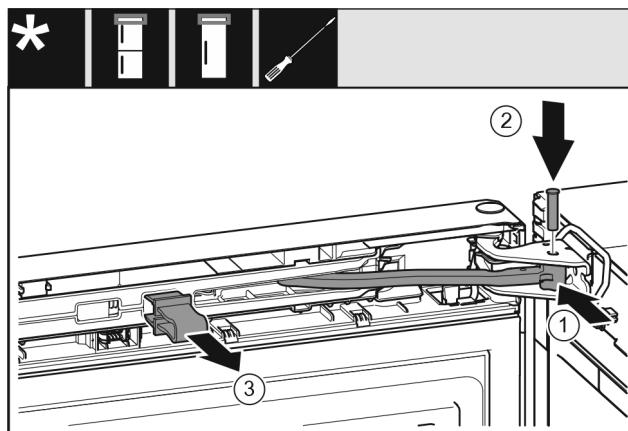

Fig. 21
- Завъртете шарнира в лагерната стойка. Fig. 21 (1)
- Поставете болта в лагерната стойка и шарнира. При това обърнете внимание на това, фиксиращата гърбица да е легнала правилно в жлеба. Fig. 21 (2)
- Свалете предпазителя. Fig. 21 (3)